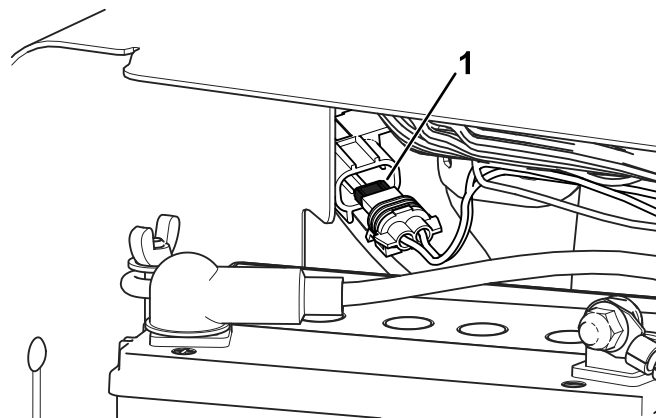

Рисунок 173
- Примечание:** Предохранитель вентилятора находится позади аккумулятора (Рисунок 173).